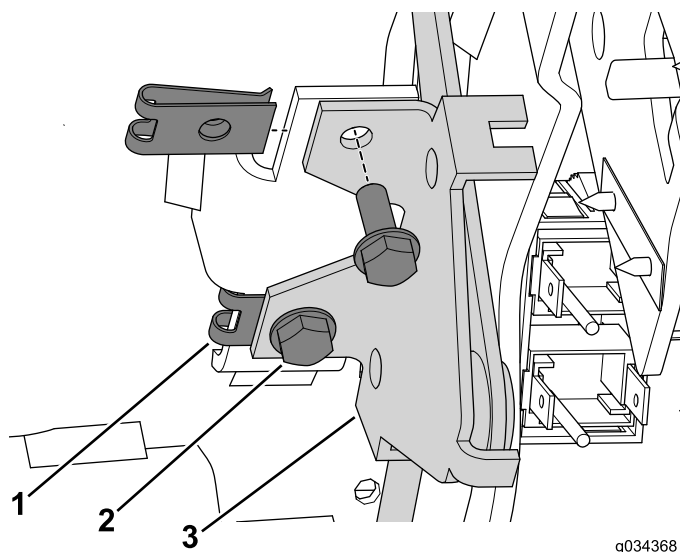

Figura 19
3. Coloque las tuercas rápidas sobre el soporte de la consola (Figura 19).
4. Utilice los 2 pernos (Nº 10 x 1/2") para sujetar el conjunto de palanca del estérter a la consola (Figura 19).